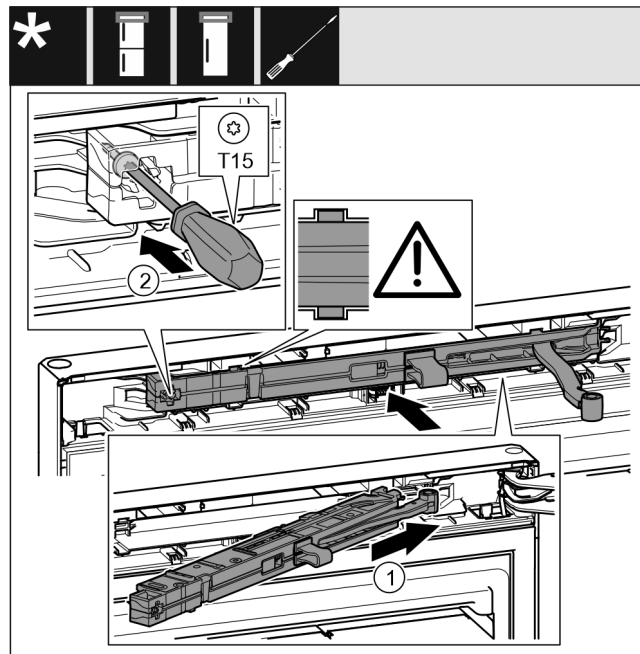

Fig. 20
- ▶ Jednotku tlmíča uzatvárania zasuňte na strane ložiskovej konzoly až na doraz šikmo do vybrania. Fig. 20 (1)
- ▶ Skrutkovačom T15 pevne zaskrutkujte skrutku. Fig. 20 (2)